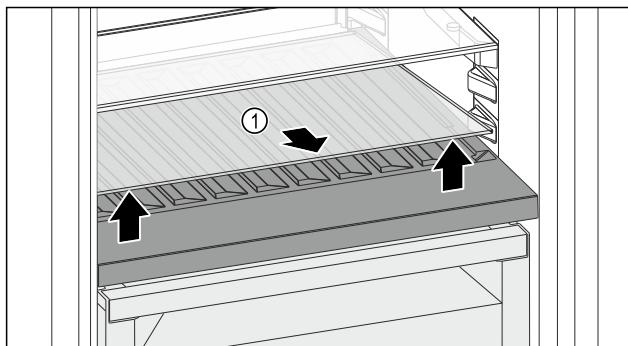

Fig. 96
- Приподнимите стеклянную пластину Fig. 96 (1) за выемку спереди и извлеките.
- Уложите стеклянную пластину Fig. 96 (1) на хранение вне устройства.